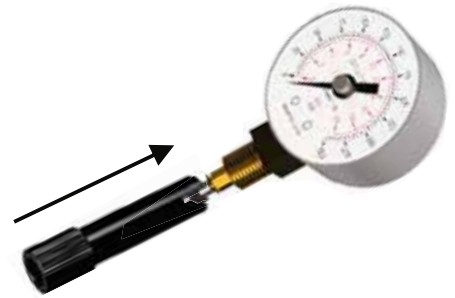

图1
- 3 如图所示将针头保护盖放在针头上，底端向上朝仪器方向（见图1），并推动针头以确保安装紧密.